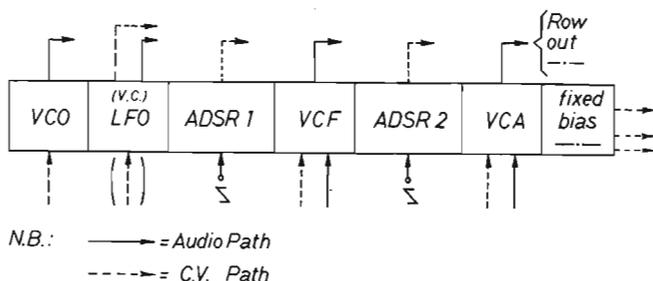

figura 2
c) SINTETIZZATORE NORMALE o SINGLE ROW: dicesi di una fila di moduli compatibili, arrangiati come in figura 2.